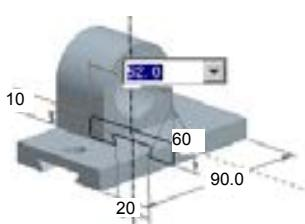

图 5.9.3 修改尺寸
Step2. 在弹出的图 5.9.3 所示的文本框中输入新的尺寸，并按 Enter 键。
Step3. 编辑特征的尺寸后，必须进行“再生”操作，重新生成模型，这样修改后的尺寸才会重新驱动模型。方法是单击命令按钮 或选择下拉菜单 编辑(E) → 再生(R) 命令。